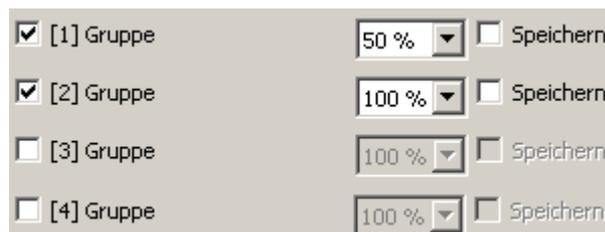

Bild 51: Beispiel einer Gruppenzuordnung einer Szene
Einer Szene lassen sich ohne Einschränkungen alle angelegten Gruppen und Einzelgeräte zuordnen. Jede Gruppe und jedes Einzelgerät kann unabhängig zugewiesen werden, indem das Auswahlkästchen vor dem Gruppen- oder Einzelgerätenamen in der Szenenkonfiguration aktiviert wird (Bild 51). Gruppen und Einzelgeräte, deren Auswahlkästchen nicht aktiviert sind, sind der Szene nicht zugeordnet. Alle nicht angelegten Gruppen oder Einzelgeräte des DALI-Gateways sind grau ausgeblendet und somit nicht editierbar.
- Im Parameterknoten "Szenen -> [x] Szenenname" für jede der Szene zugeordnete DALI-Gruppe und jedes zugeordnete Einzelgerät den erforderlichen Szenen-Helligkeitswert vorgeben (Bild 51).
- Im Parameterknoten "Szenen -> [x] Szenenname" für die DALI-Gruppen und Einzelgeräte, die auf die Speicherfunktion reagieren sollen, das Kontrollkästchen "Speichern" aktivieren (Bild 51).